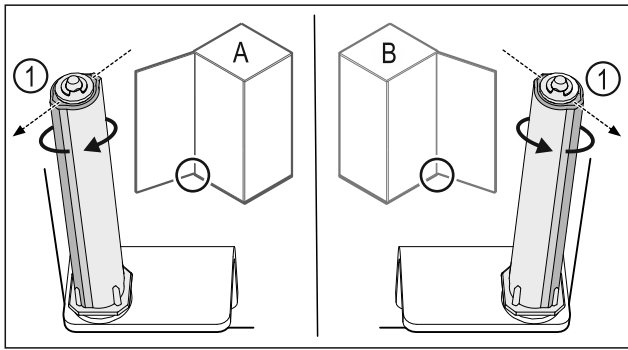

Fig. 32 Linksanschlag (A) / Rechtsanschlag (B)
- ▶ Schließsystem gegen den Widerstand drehen, bis der Steg des Schließsystems Fig. 32 (1) nach außen zeigt.